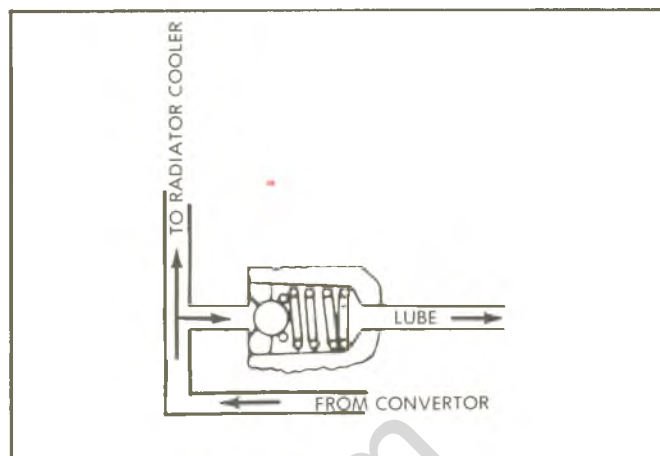

Fig. 16M—Cooler By-Pass Valve
**Cooler By-Pass Valve (Fig. 16M)**